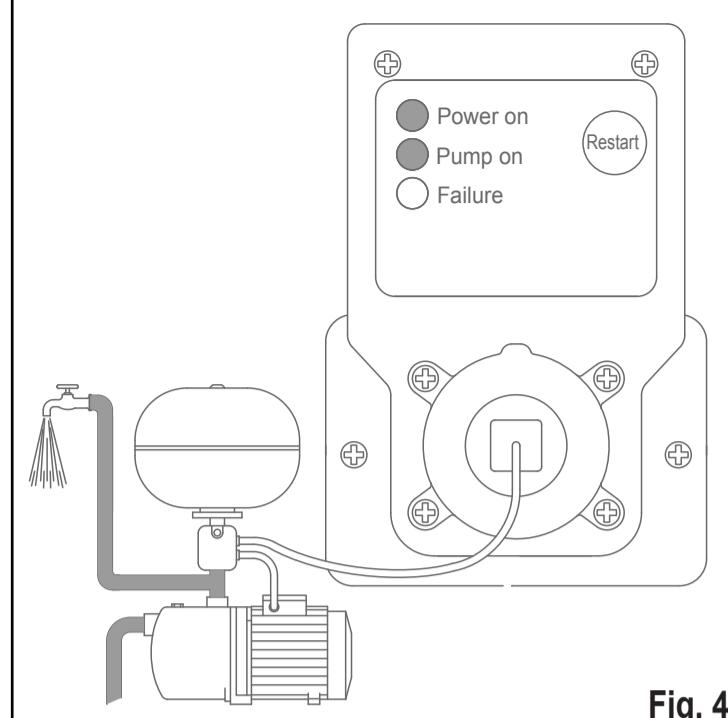

Fig. 4
- Wait a few seconds until the red "Failure" Led turns off. The motor data have been acquired and the device is now capable of protecting the pump (Figure 4).
Les données du moteur ont été saisies et l'appareil est maintenant en mesure de protéger la pompe (Fig. 4).
- Warten Sie einige Sekunden, bis die rote Led „Failure“ sich ausschaltet. Die Motor Daten wurden erfasst und das Gerät kann jetzt als Schutzvorrichtung für die Pumpe dienen (Abb. 4).
- Aguarde unos segundos a que el Led rojo "Failure" se apague. Los datos del motor han sido adquiridos y el aparato ya puede proteger la bomba (fig. 4).